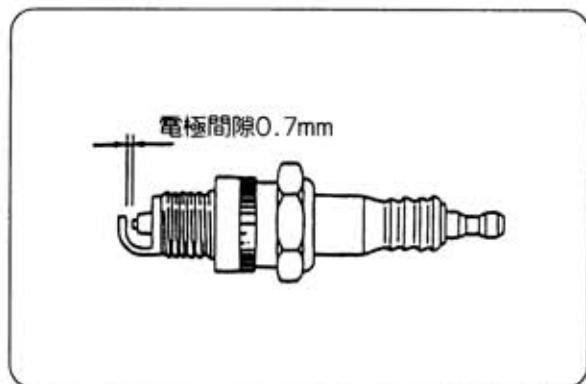

図36
- 電極の隙間が0.7mmになるように調節してください。（図36）